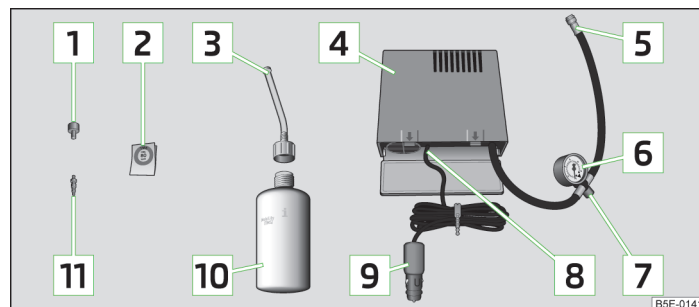

Fig. 166 Componentes del kit de averías
- Pegar la etiqueta adhesiva **2** » fig. 166 de la página 199 sobre el cuadro de mandos en el campo visual del conductor.
- Agitar la botella de inflado de neumáticos **10** » fig. 166 de la página 199 fuertemente varias veces.
- Enroscar el tubo flexible **5** » fig. 166 de la página 199 del compresor de aire fuertemente en la válvula del neumático.